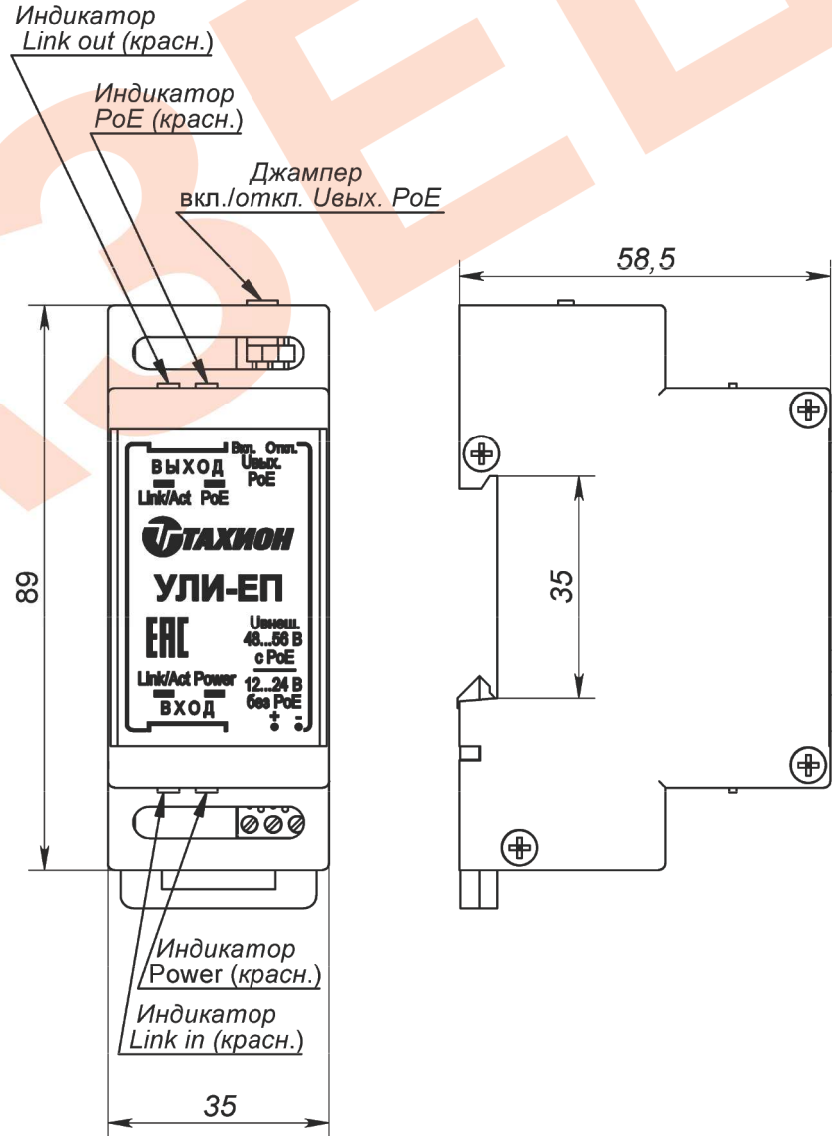

Рис.2 Внешний вид и габаритные размеры.
1. Изделие выполнено в пластмассовом корпусе с креплением на 35мм DIN-рейку (см. рис.2)
5. Габаритные и установочные размеры приведены на рис.2